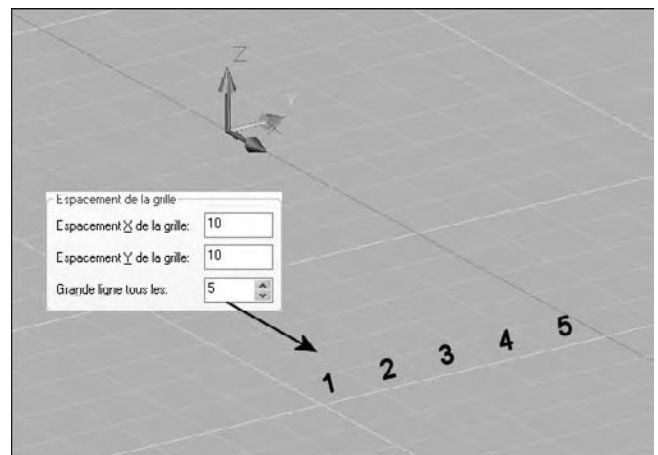

Fig.1.33
- **Grande ligne tous les** (Major line every) : spécifie la fréquence des grandes lignes de grille par rapport au petites lignes de grille. Les lignes de grille plutôt que les points de grille sont affichées lorsque le style visuel est autre que Filaire 2D (fig.1.33).